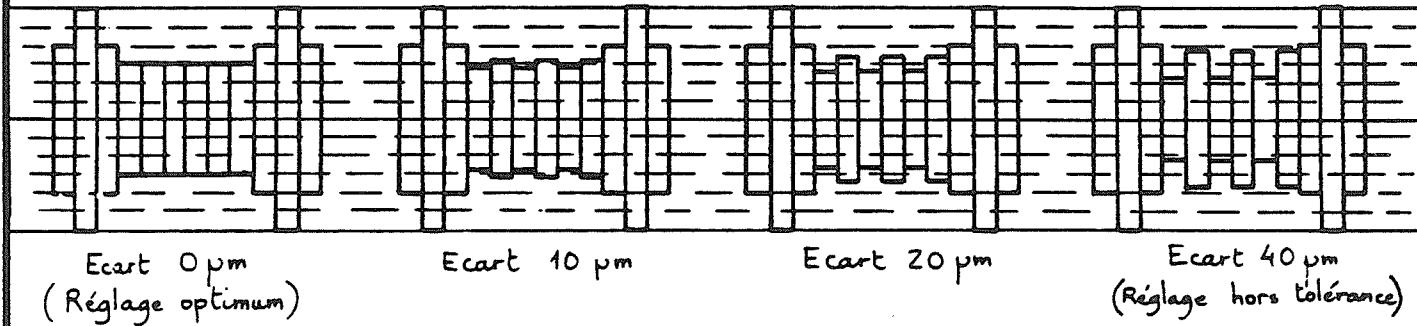

Figure 7
- Eventuellement par décalibrage, régler le scope pour obtenir une image semblable à celle représentée (Fig.7)
- Vérifier que la tête est écartée de moins de 30  $\mu m$  de la position idéale 0pm (voir Fig. 7 page suivante)
- Sinon débloquer les 3 vis de fixation du moteur de positionnement (fig. 4) et faire pivoter légèrement le moteur de façon à obtenir le réglage optimum (écart 0pm) (voir Fig.7), puis rebloquer les 3 vis.